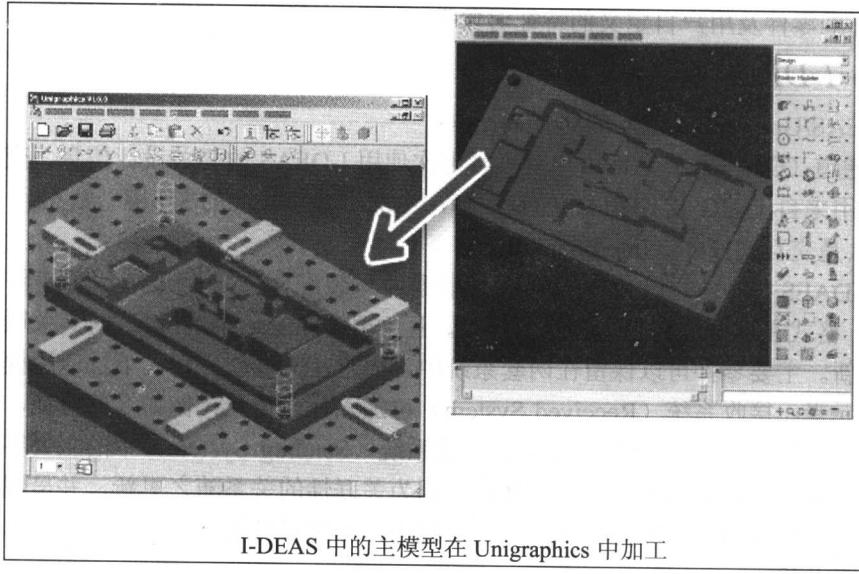

图 1-11 I-DEAS 中的主模型在 Unigraphics 中加工
(2) 加工 (Manufacturing)：另一种传统的做法是在 I-DEAS 上建立主要零件模型，然后将此零件输入 UG 以建立 NC 刀具路径，当 I-DEAS 中的主要零件修改时，零件的修改部分及在 UG 中建立的 NC 刀具路径也会随之更新，如图 1-11 所示。